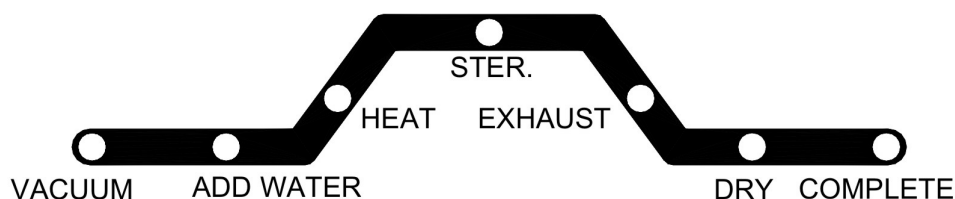

Figura 50
- D. Presione el botón **START** (INICIO) **START** y el esterilizador correrá de forma automática a través del programa seleccionado. El progreso actual del ciclo de esterilización está indicado por la LED iluminada en el indicador del estado de proceso. (Figura 50)